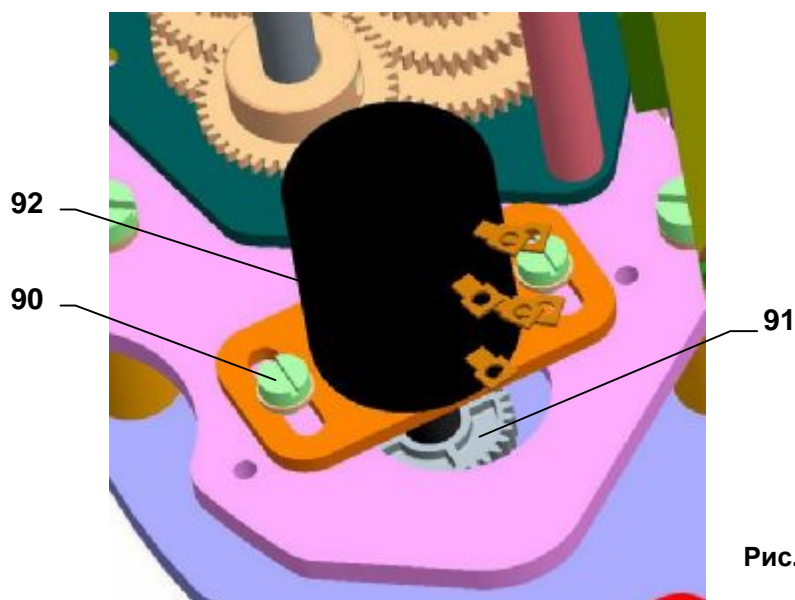

Рис.9
- В исполнении с датчиком сопротивления, вынесите датчик из зацепления , (Рис.9).
- Поверните диском указателя положения (32) так, чтоб отметка с символом для направление «закрыто», совпала с отметкой на смотровом стекле верхнего кожуха.
- Поверните верхней частью диска указателя положения (32) так, чтоб отметка с символом для направление «открыто», совпала с отметкой на смотровом стекле верхнего кожуха.
4.5 Установка датчика сопротивления (рис.9)